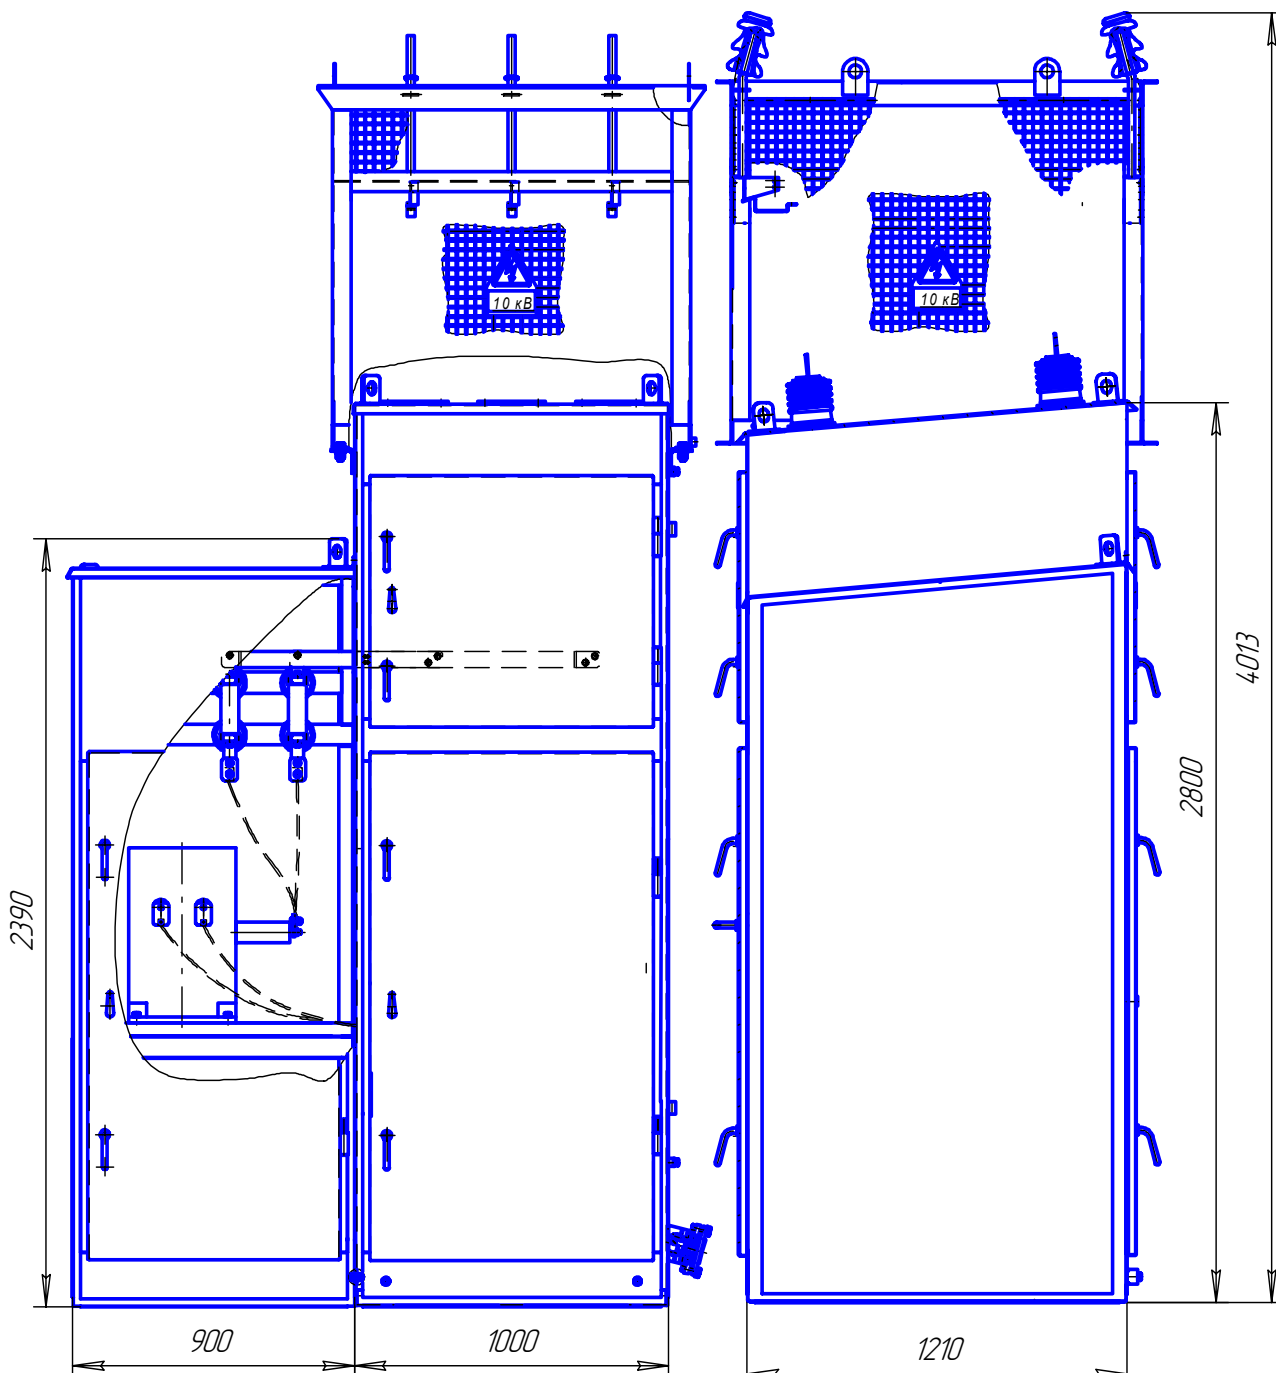

Рисунок 2. Ячейки исполнения IV; IVa;
2. Ячейка исполнения IV (с силовыми трансформаторами 1,25 кВА) выполняется в стандартном шкафу, а ячейка исполнения IVa (с силовыми трансформаторами 25, 40 кВА) выполняется с приставным шкафом (рисунок 2).